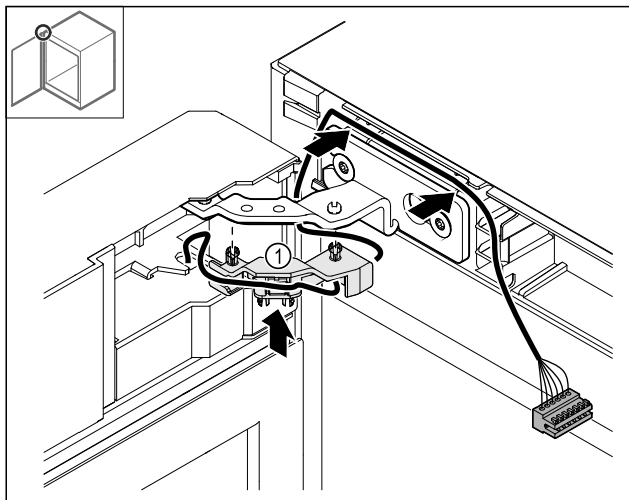

Fig. 49
- ▶ Pres kabelholderen Fig. 49 (1) ind i hængslet.